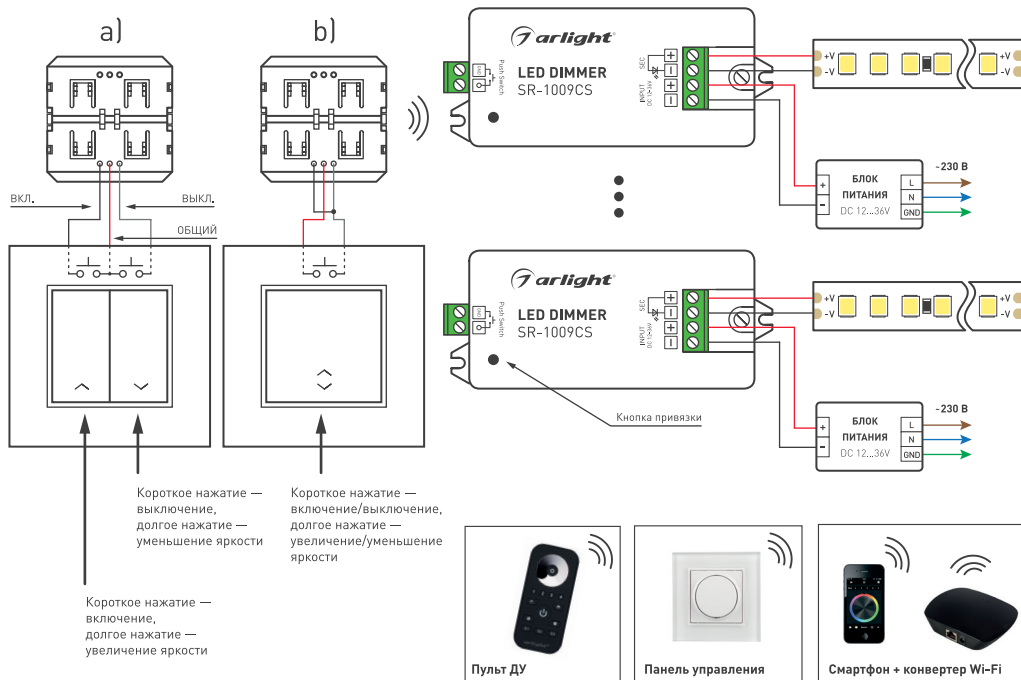

Рисунок 1. Подключение оборудования на примере диммера SR-1009CS.
- 3.2. Подключите к конвертеру кнопочный выключатель без фиксации с двумя группами нормально разомкнутых контактов (Рисунок 1а) или с одной группой нормально разомкнутых контактов (Рисунок 1б).
- 3.5. Подключите светодиодную ленту, диммеры и блоки питания (см. инструкции к используемому оборудованию). Пример подключения оборудования приведен на рис. 1.
- 3.9. Проверьте работу управления. Функции кнопок приведены на рис. 1.